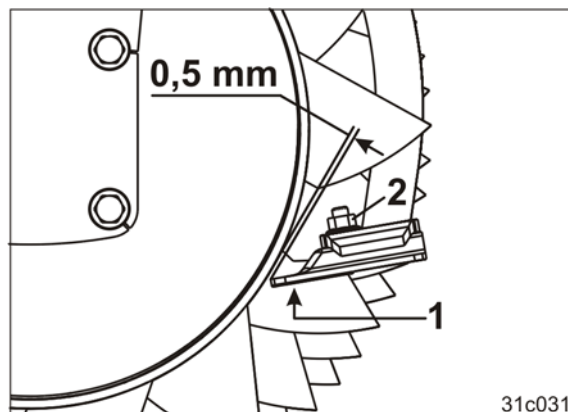

Fig. 101
5. Afstanden mellem afstryger (Fig. 101/1) og valserøret er 10 mm. Indstil eller udskift slidte afstrygere på mål.
4. Løsn skruen (Fig. 101/2).
5. Skru afstrygeren (Fig. 101/1) på med en afstand på 0,5 mm til Valserøret.